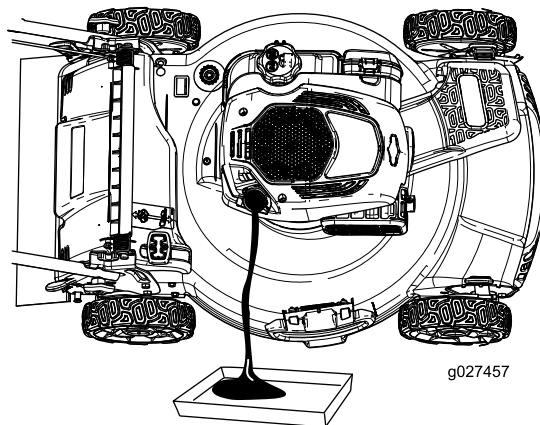

Figure 28
4. Inclinez la machine sur le côté (filtre à air en haut) pour vidanger l'huile usagée par le tube de remplissage (Figure 28).